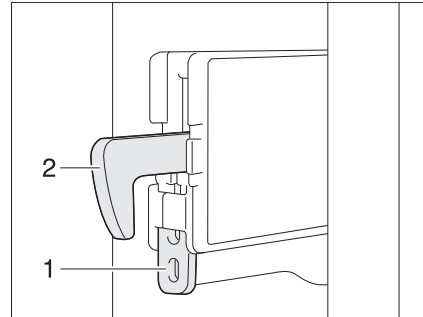

Fig. 209 Fijación del gancho de bloqueo
*Fijar el gancho de bloqueo:* ■ Presionar la fijación (Fig. 209,1) hacia arriba. El gancho de bloqueo (Fig. 209,2) se presiona hacia arriba y ya no estará funcionando.
*Soltar el gancho de bloqueo:* ■ Presionar el gancho de bloqueo (Fig. 209,2) hacia abajo. El gancho de bloqueo volverá a funcionar.